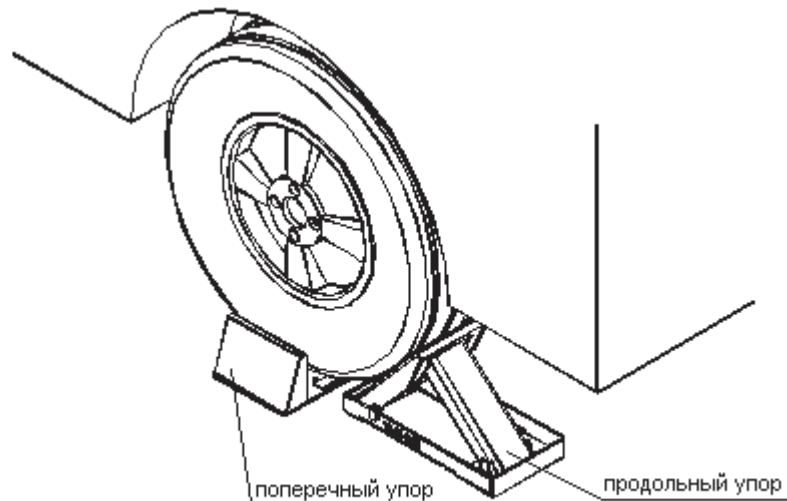

Рисунок 1.5 – Упоры из комплекта УМК2 в рабочем состоянии
1.4.3 В рабочем состоянии продольный и поперечный упоры УМК-2КМ устанавливаются под колеса машины таким образом, чтобы исключить перемещение машины в любую сторону (рисунок 1.5) Порядок размещения упоров для закрепления двух-, трех- и четырехосных машин указан в 2.3.